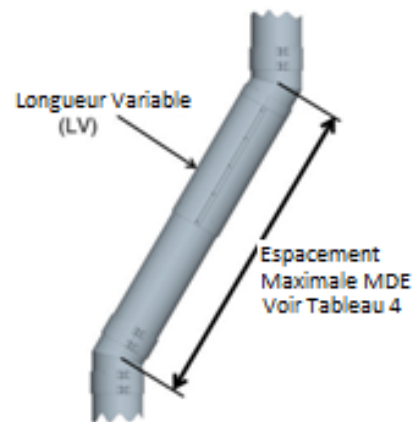

Figure 44 : Distance Maximale
1. La longueur de la déviation est déterminée par des considérations de résistance de force. La dimension maximale entre les supports est donnée dans le tableau 7 & 8, et est applicable à toutes les orientations horizontales et inclinées. Voir la figure 44.